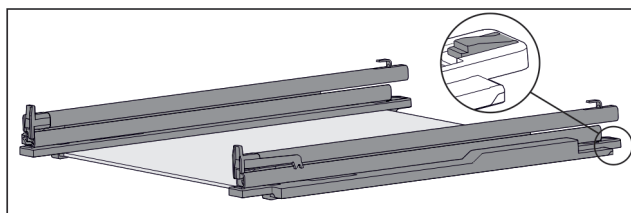

Fig. 155 Ripiano in vetro con guide e fermi
- ▶ Premere il fermo sul lato posteriore (vedere Fig. 155) e allo stesso tempo spingere la guida all'indietro.